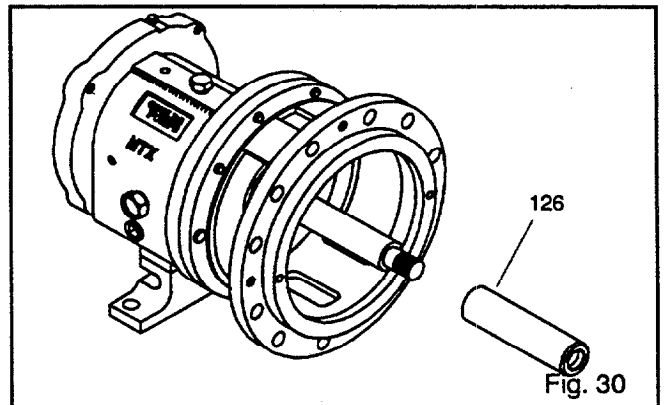

Fig. 30
4. Remove shaft sleeve (126) (Fig. 30).